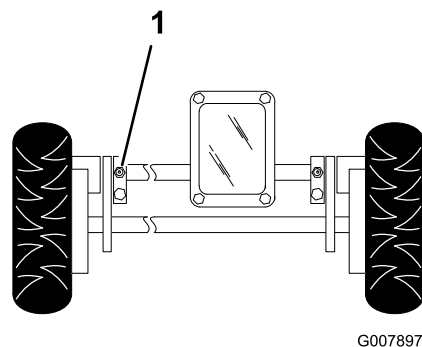

Figura 31
1. Limpie con un trapo limpio los puntos de engrase (Figura 31).